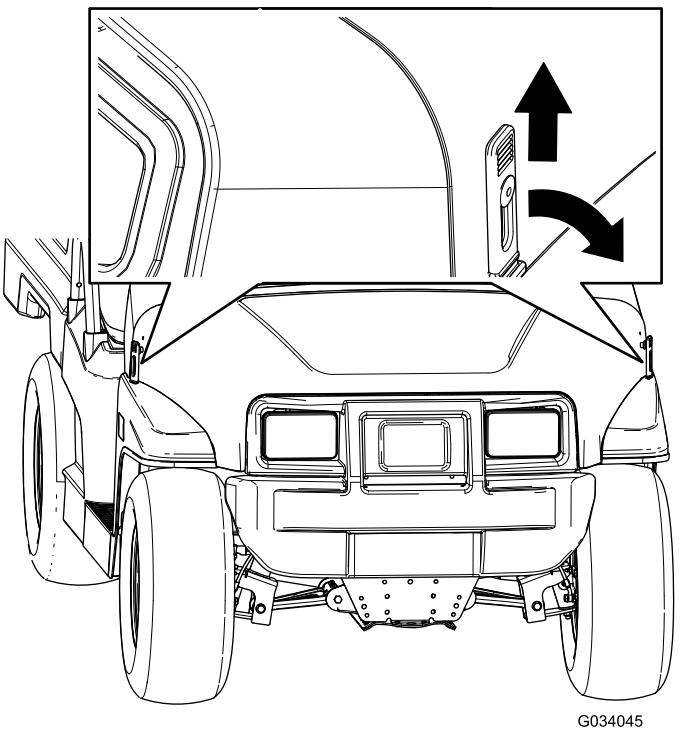

図 26
1. フードの両側についているゴム製ラッチのハンドルを上げる図 26。
2. フードの両側で、ゴム製ラッチとラッチアンカーをそろえてラッチを掛ける(図 26)。